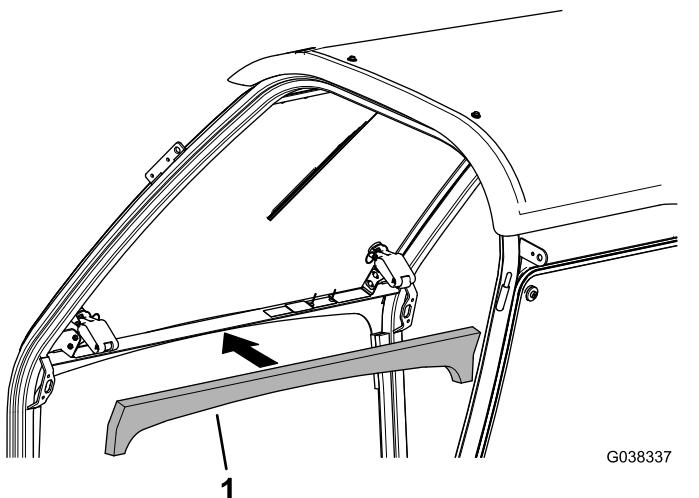

Figure 10
- Mettez en place le joint en mousse avant **si ce n'est pas déjà fait** (Figure 10).